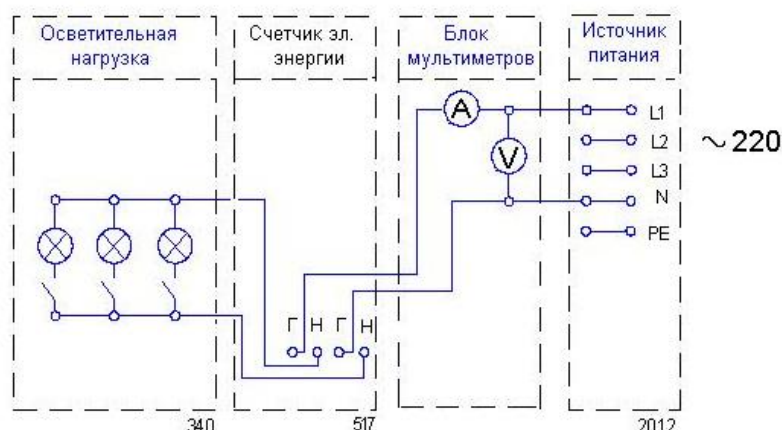

Рис.1 Схема электрической цепи
1. Убедиться, что переключатели ЛАТР находятся в положениях «~0-250» и «0 переменный ток». Собрать электрическую цепь согласно рис.1. Показать собранную электрическую цепь преподавателю для проверки.